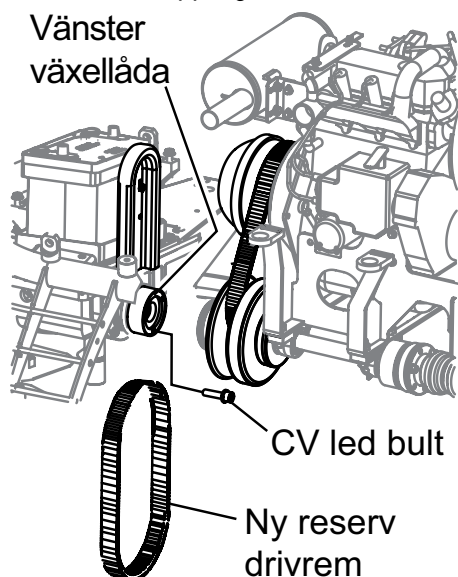

Bild 21. Byte av reservdrivrem
För att byta ut en reservdrivrem ska du vara beredd att koppla bort CV-leden från den vänstra växellådan. Se bild 21.
4. När CV-leden har skilts från den vänstra växellådan trycker du CV-leden inåt så att en öppning mellan växellådan och CV-leden uppstår (bild 21). Skjut reservkilremmen mellan växellådkopplingen och CV-leden. Undvik att förorena remmen med fett eller olja när du skjuter in den mellan CV-leden och växellådkopplingen.